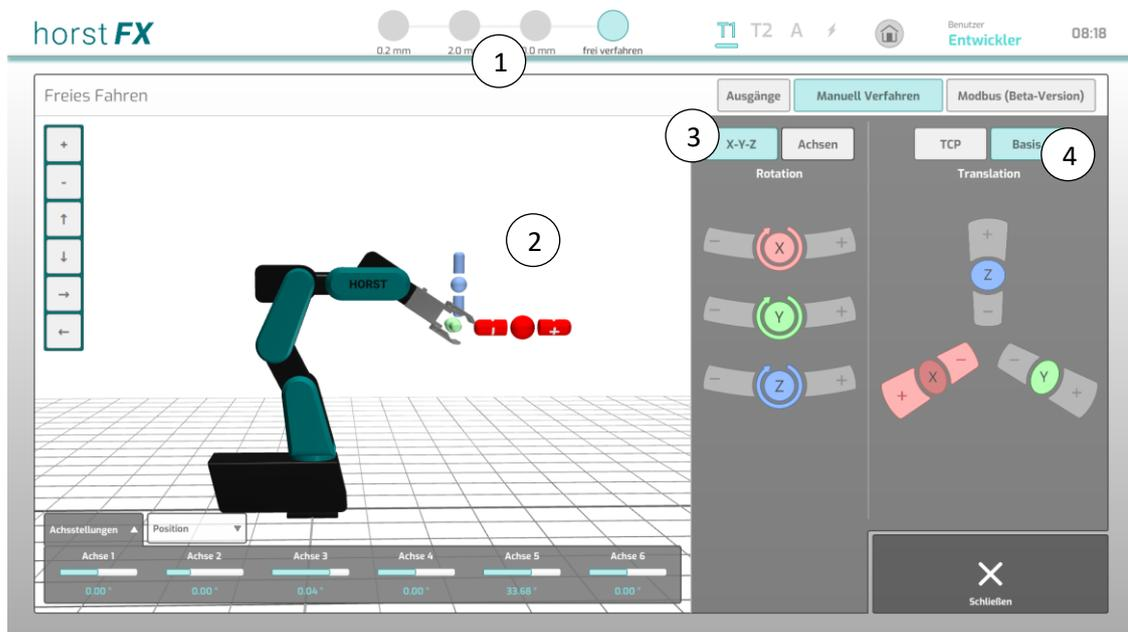

Abb. 5-14: Menü *Freies Fahren – X-Y-Z – Basis*
In der Menüleiste (Abb. 5-14) (1) lässt sich einstellen, wie weit der Roboter bei gedrücktem **+** oder **-** Button verfährt. Im **Jogging-Modus** (Schrittweise in Millimeter) oder kontinuierlich im Modus **frei verfahren**.
Um die Bewegungsrichtungen zu veranschaulichen, wird das gewählte Koordinatensystem immer am Robotermodell mit den entsprechenden Achsfarben dargestellt (Abb. 5-14) (2). Hierbei liegt der Ursprung des dargestellten Koordinatensystems im TCP (Tool Center Point) des Robotermodells.